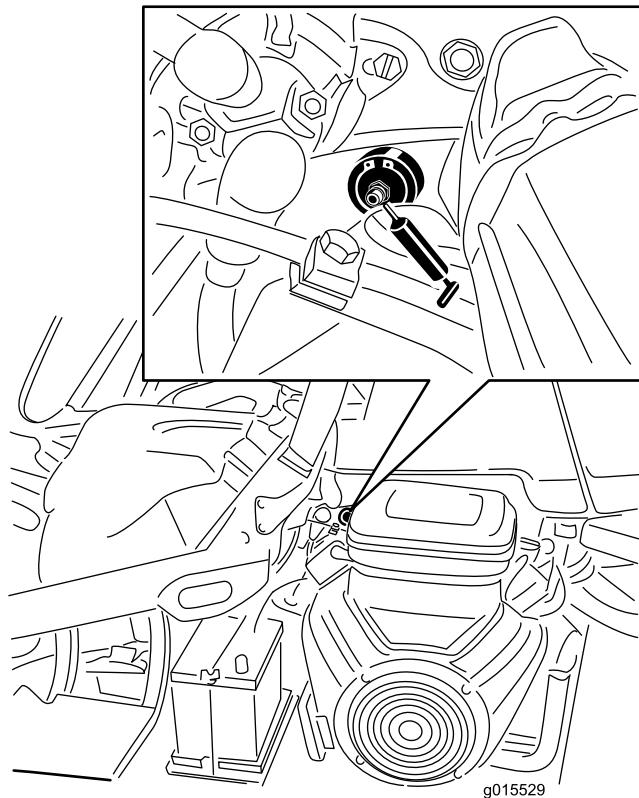

図 42
- 異物を入れてしまわないよう、グリスフィッティングをきれいに拭く（図 42）。